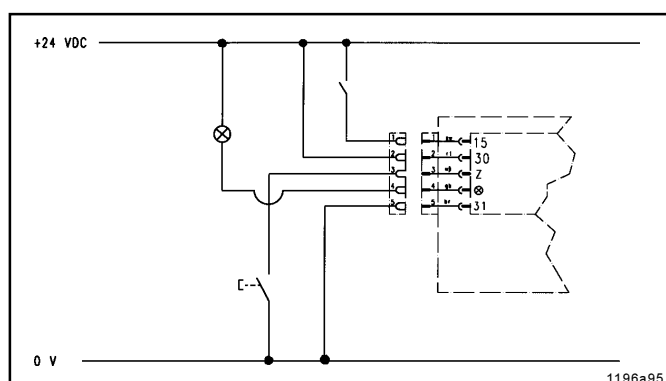

Abb. 6 - Versorgungsspannung und Maschinenkontakt
- fördert der Kolben 2 jedes Pumpenelementes den Schmierstoff zu den angeschlossenen Schmierstellen, siehe Abb. 6.